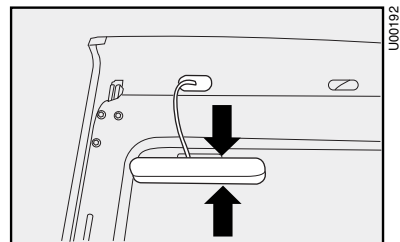

fig. 23
1) Presione en los puntos indicados por las flechas **fig. 23** y saque la tapa trasera del brake-light.